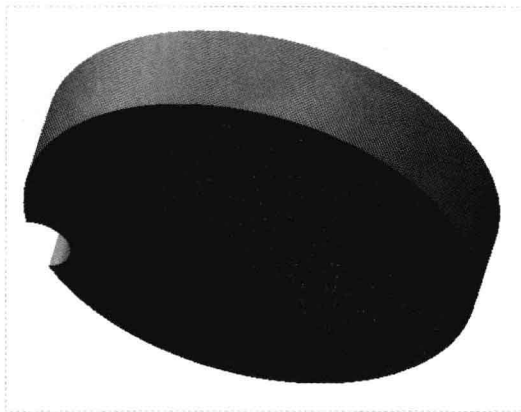

图 14-5 创建拉伸特征
Step 04 单击“关闭”面板中的“确定”按钮,完成截面绘制并退出草绘环境,在“拉伸”选项卡中的“输入侧 1 的深度值”数值框中输入 4;单击“应用并保存在工具中所做的所有更改,然后关闭工具操控板”按钮,完成拉伸特征的创建,如图 14-5 所示。